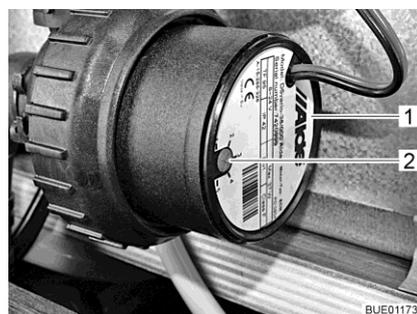

Bild 131 Drehzahlreduzierung
Mit dem Drehregler (Bild 131,2) kann die Drehzahl der Umwälzpumpe eingestellt werden. Bei reduzierter Drehzahl verringern sich die Laufgeräusche der Pumpe.
Der Drehregler befindet sich an der Umwälzpumpe (Bild 131,1).
- Den Drehregler (Bild 131,2) gegen den Uhrzeigersinn drehen. Die Leistung ist verringert.